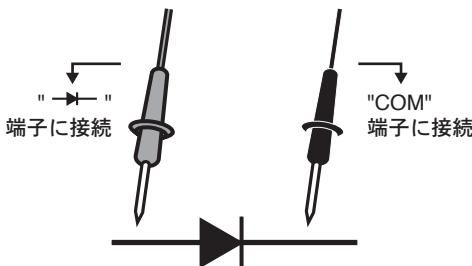

図 2-1
3. 図 2-1 に示すように、テストリードを半導体接合部(ダイオードあるいはトランジスタ)に接続し、表示値を読み取ります。